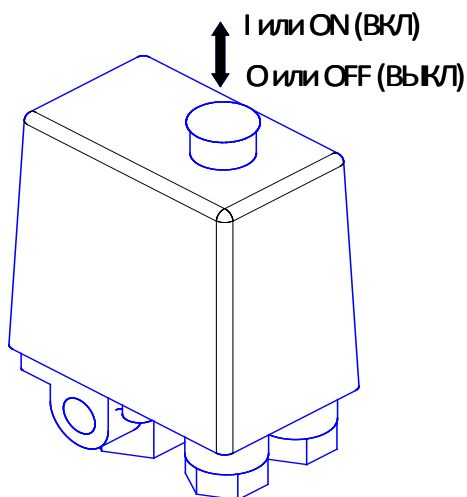

Рисунок 4
- 1 Проверьте, чтобы выключатель на прессостате находился в выключенном положении "0" или "OFF", в зависимости от исполнения (см. рисунок 4).
- 4 Включите компрессор выключателем на прессостате. Для этого необходимо переключить выключатель в положение "1" или "ON", в зависимости от исполнения (см. рисунок 4).
- 1 Переключите выключатель на прессостате в положение "0" или "OFF", в зависимости от исполнения (см. рисунок 4).